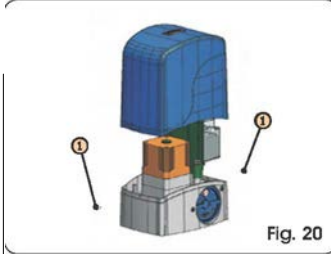
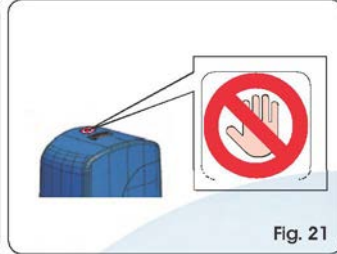

Fig. 20
Fig. 21
Înșurubați carterul de acoperire și fixați-l cu șuruburile din dotare, Fig. 20, ref.1. Aplicați dispozitivul de semnalare pericol pe partea superioară a carterului (Fig. 21).